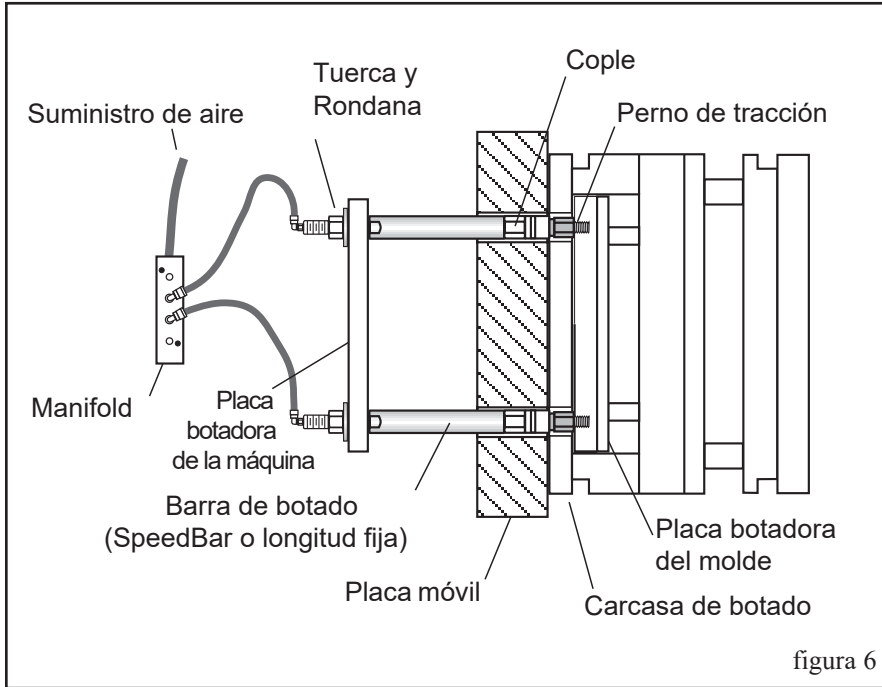

figura 6
2. Instale las rondanas, tuercas y conectores neumáticos de acuerdo a la figura 6. Aun no los apriete en este momento.